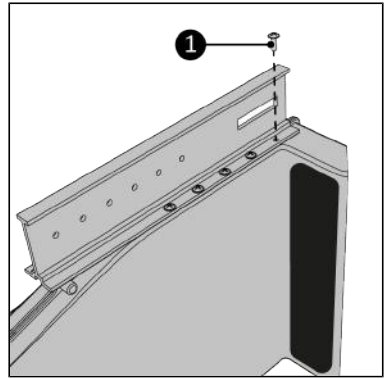

Abbildung 148.
5. Schrauben Sie die Hauptschiene mit den zehn Schrauben 3,5 x 10 mm (Abbildung 148, Pos. 1) am Way-out fest. Stellen Sie sicher, dass alle Schraubenlöcher übereinstimmen.